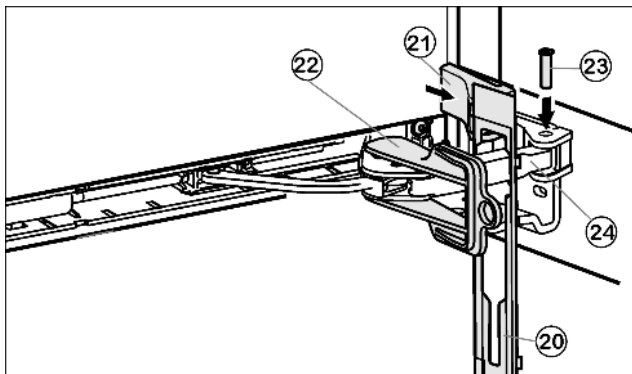

Fig. 16
- ▶ Навесьте накладку Fig. 16 (20) на амортизационную скобу таким образом, чтобы передние защелки показывали вперёд, а передняя сторона была направлена к устройству.
- ▶ Притяните амортизационную скобу Fig. 16 (24) к опорной детали и сверху вставьте палец Fig. 16 (23) таким образом, чтобы квадратная головка сидела в углублении.
- ▶ Установите и защелкните крышку Fig. 16 (21).
- ▶ Выкрутите фиксатор Fig. 16 (22).
- ▶ Защелкните накладку Fig. 16 (20) на дверце.